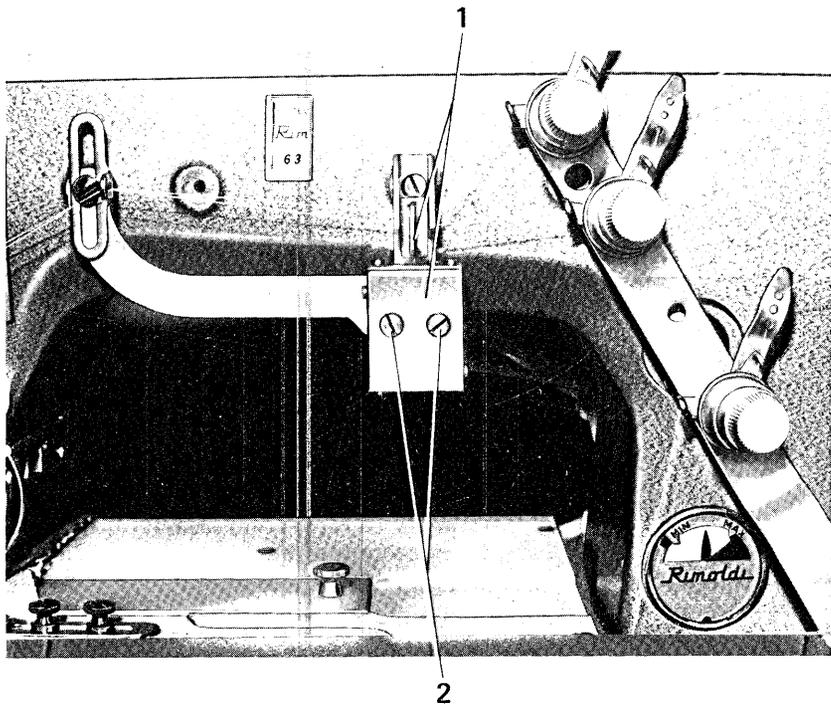

Fig. 30
- Se le code di filo fossero troppo lunghe occorre diminuire la quantità di filo richiamata dall'arricchitore abbassando il cilindro 1 previo allentamento della vite 2 fig. 30